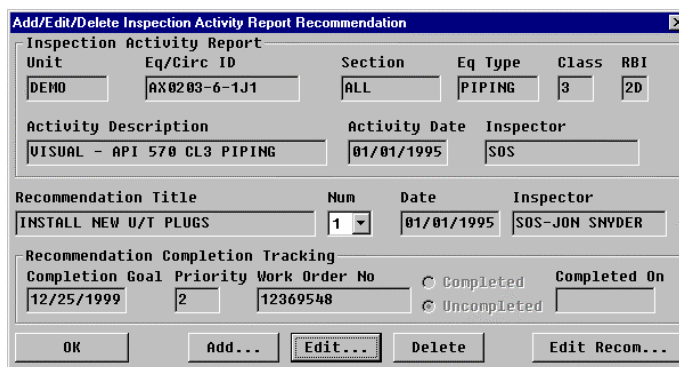

Figura 13.20. Ventana Agregar/Editar/Borrar Recomendaciones de los Reportes de Actividades de Inspección
- **Recommendation...:** Elegir este botón para agregar recomendaciones al Reporte de Actividades de Inspección seleccionado en la ventana **Agregar/Editar/Borrar Recomendaciones para Actividades de Inspección**, como se muestra en la Figura 13.20, la cual aparece en pantalla.